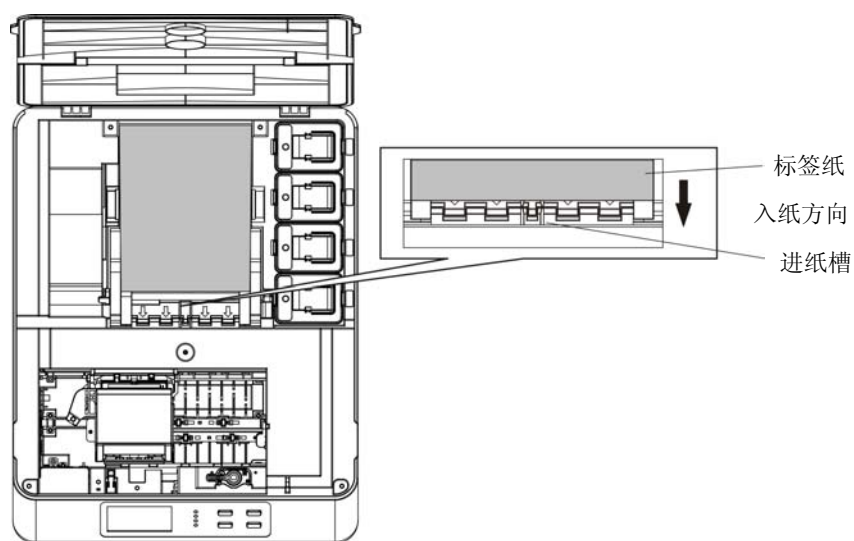

图 3-10 折叠纸入纸示意图
- (5) 开机状态下，如图 3-10 所示，将标签纸纸头按入纸方向放进进纸槽，待打印机自动检测到纸张，完成入纸动作，即可正常使用。